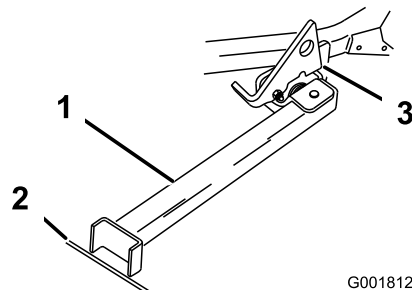

Figura 41
3. Alzate il dispositivo di chiusura. Portate il piede del supporto sul davanti e spostate il supporto verso la macchina, nell'intaglio inferiore (Figura 40e Figura 41).
4. Mettete a terra il piede del supporto ed appoggiate il dispositivo di chiusura sull'aletta orientabile (Figura 41).
6. Guidate sul supporto. Fermatevi quando il dispositivo di chiusura cade sull'aletta e si chiude (Figura 41). Una volta sul supporto, innestate il freno di stazionamento e spegnete il motore.